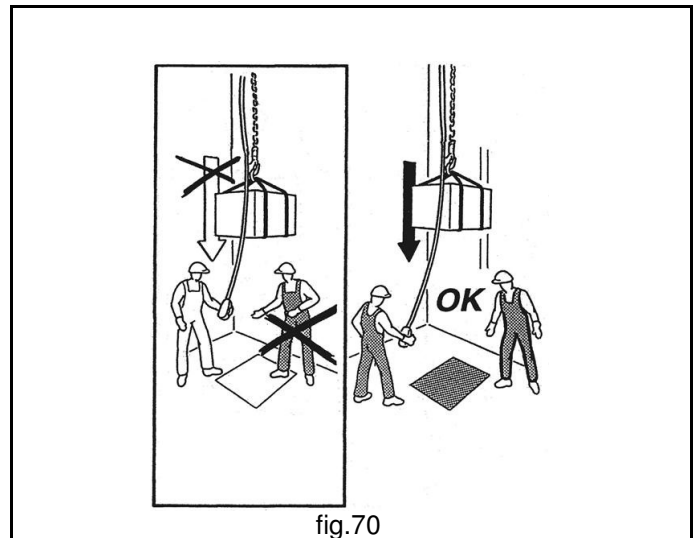

fig.70
- NUNCA** transite, se detenga, opere y manibre debajo de la carga suspendida (fig.70).